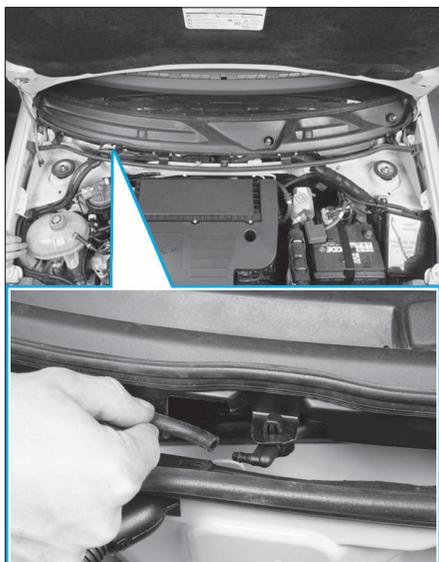

FIG. 21
- Débrancher le tuyau de lave-glace (Fig.21).